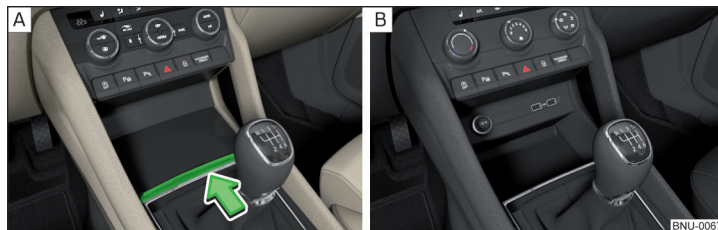

Abb. 103 Ablagefach öffnen / Nicht abschließbares Ablagefach
- Zum **Öffnen** auf die Leiste in Pfeilrichtung drücken » Abb. 103 - **A**.
Bestimmte Modellausführungen verfügen über keinen Deckel des Ablagefachs » Abb. 103 - **B**.